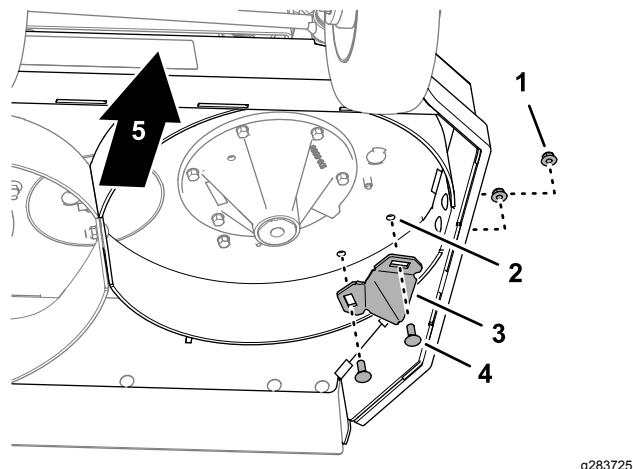

Figura 9
3. Sul lato inferiore destro del piatto di taglio, rimuovete i 2 bulloni a testa tonda ($\frac{3}{8}$ " x 1") e 2 dadi di bloccaggio flangiati ($\frac{3}{8}$ ") che fissano il raccordo dell'inserto al piatto di taglio e rimuovete il raccordo dell'inserto (Figura 9).